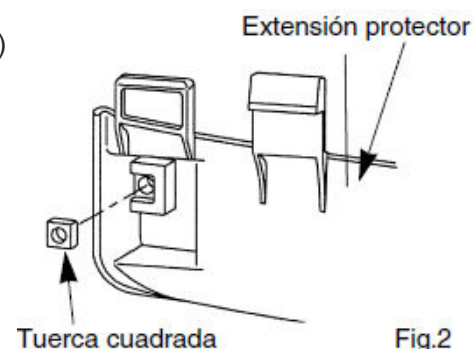

Fig.2
2. Instale la cuchilla que limita la longitud del nylon utilizando el tornillo de M5x20 bloqueado con la tuerca cuadrada. Ver Fig. 2 y Fig. 3.